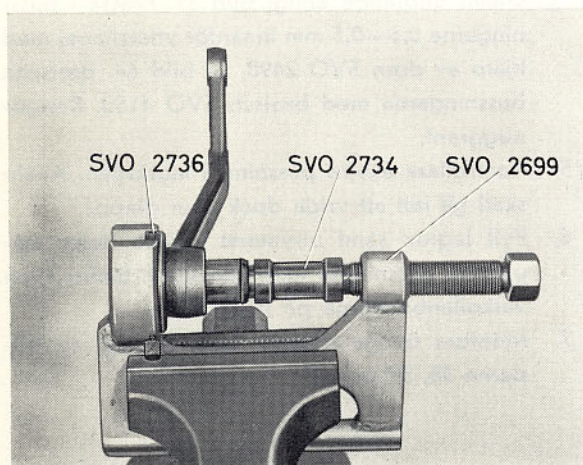

Bild 65. Demontering av bussning
3. Spänn fast pressverktyg SVO 2699 i ett skruvstycke och pressa ur bussningen med mothåll SVO 2736 och dorn SVO 2734 (bild 65).